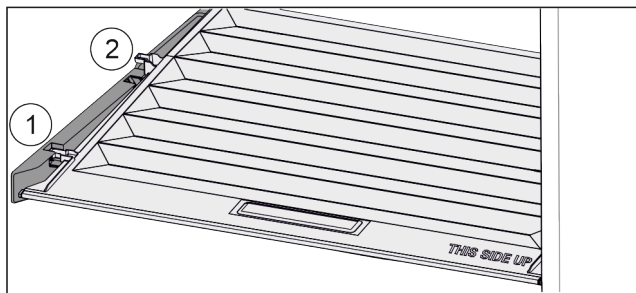

Fig. 89
- ▶ Veko potiahnite dopredu až k otvoru v prídržných dieloch Fig. 89 (1).
- ▶ Vzadu ho nadvihnite zospodu a zložte smerom nahor Fig. 89 (2).